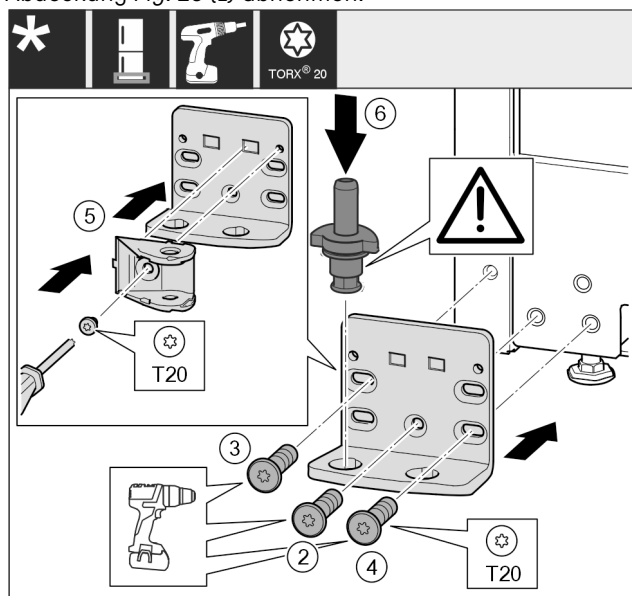

Fig. 26
- Lagerbock auf der anderen Seite ansetzen und mit Hilfe eines Schraubendrehers anschrauben. Mit der Schraube *Fig. 26 (2)* unten in der Mitte beginnen.
- Schraube *Fig. 26 (3)* und Schraube *Fig. 26 (4)* festschrauben.
- Schließdämpferverbindung *Fig. 26 (5)* um 180° drehen. Auf der anderen Seite des Lagerbocks mit Schraubendreher anschrauben.
- Lagerbolzen *Fig. 26 (6)* komplett einsetzen. Dabei darauf achten, dass der Rastnocken nach hinten zeigt.